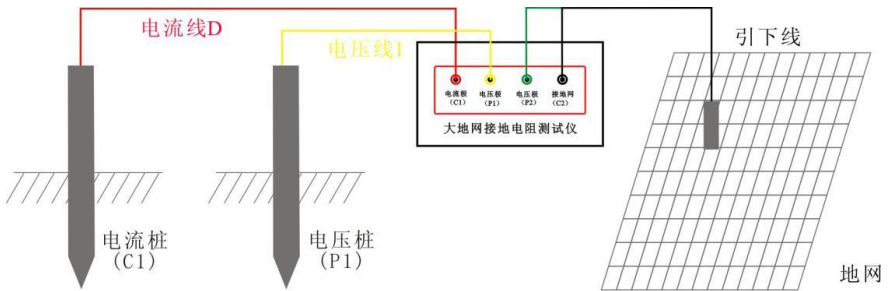

图 3 三极法测量接线图
(1) 首先检查用于试验的电流线、电压线和地网线是否有断路现象（可以用万用表测量），地桩上的铁锈是否清除干净，其埋进深度是否合适（ $>0.5$  米），同时检查测试线与地桩的连接是否导通，如未导通，请处理后重新连接。
(2) 电流测试线与电压测试线的长度比为 1: 0.618，电流测试线的长度应是地网对角线的 3~5 倍。
(3) 电流测试线和电压测试线按规定的长度将一端与仪器相接后平行放出。另一端分别接在两个地桩上（如图 3 所示）。
(4) 将已放好的测试线检查一遍，将万用表一端接电流线或电压线，另一端接地网线如无阻值显示即为断路，确认完好再进行测试。
(5) 检查连线无误后，给仪器接上 AC 220V/50Hz 电源，对仪器进行通电。
(6) 按测量键，开始测量。
(7) 仪器显示测试结束后，记录测试数据（本仪器可多次重复测量）。
(8) 关掉仪器电源后，拆除连线，测试过程结束。